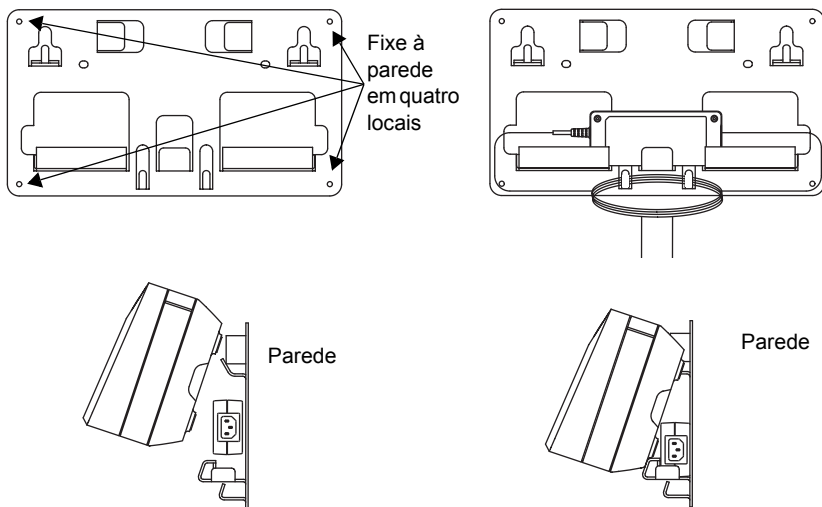

Figura 29: Instalação do Carregador para Várias Unidades no Suporte de Parede
4. Pendure o Carregador para Várias Unidades no suporte de parede como mostrado em Figura 29.